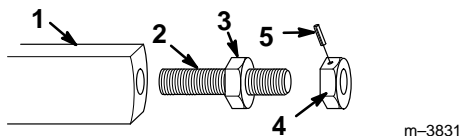

Figure 5
5. Faire une marque de part en part du bout de la tige de réglage et de la face de l'écrou affleurant (Fig. 5) pour pouvoir retrouver la position exacte de l'écrou lorsqu'il faudra le remonter plus tard.
6. Retirer la goupille cylindrique de l'écrou de réglage, puis retirer l'écrou de la tige de réglage fileté (Fig. 5).
7. Visser le long côté de la tige de réglage dans le trou du bout de l'élinde jusqu'à ce que l'écrou soudé à la tige touche l'élinde (Fig. 5).